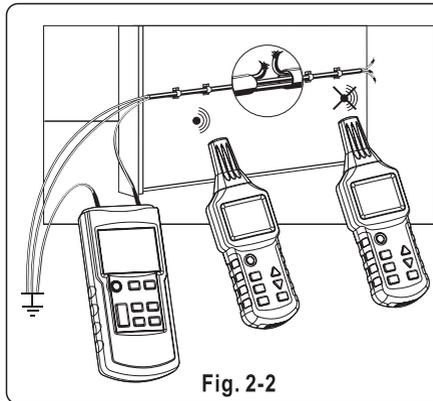

Fig. 2-2
Dans cet exemple, veuillez prendre un tronçon de câble armé de 1,5 mm de section transversale. Installez provisoirement 5 m de câble le long du mur à l'aide de broches, au niveau des yeux, comme surface de montage. Veillez à ce que le mur soit accessible des deux côtés. Créez une interruption artificielle à 1,5 m de distance de la borne de la ligne. Les bornes de la ligne doivent être ouvertes. Dénudez le fil interrompu au début du câble armé et branchez-le à l'aide des fils d'essai (fournis) à l'aide de l'orifice (10) du transmetteur. Branchez la borne (11) du transmetteur à une mise à la terre adéquate. Tous les autres câbles doivent également être branchés au transmetteur et à la même mise à la terre (voir Fig. 2-2). Allumez le transmetteur à l'aide du bouton (2) lorsque l'écran LCD du transmetteur affiche l'écran principal et que le buzzer est activé. Appuyez sur le bouton (3) du transmetteur pour entrer dans l'écran et paramétrer le niveau de transmission, puis appuyez sur le bouton vers le bas (7) ou vers le haut (6) pour sélectionner le niveau de puissance de transmission (Niveau I, II ou III). Après avoir paramétré le niveau, appuyez sur le bouton (3) pour quitter la page. Si vous souhaitez modifier le code de transmission, appuyez sur le bouton (5) du transmetteur pendant 1 seconde environ, puis appuyez sur le bouton haut (7) ou le bouton bas (6) pour sélectionner le code de transmission (F, E, H, D, L, C, O ou A, F étant la valeur par défaut). Appuyez sur le bouton (5) pour quitter. Appuyez ensuite sur le bouton (4) pour transmettre les informations. Les cercles concentriques (7) s'élargiront progressivement sur l'écran LCD et le symbole (8) affichera le code de transmission reçu par le transmetteur, tandis que le bouton (9) affichera l'intensité du signal. Appuyez sur le bouton (4) du récepteur pour allumer le récepteur lorsque son écran LCD affichera l'écran initial ; le buzzer sera activé et le récepteur entrera en « Mode automatique » par défaut. Déplacez lentement la sonde du récepteur le long du câble vers l'emplacement de l'interruption. Lorsque le symbole (3) du récepteur affichera le niveau de puissance de la transmission, (8) affichera le code transmis par le transmetteur, (9) affichera l'intensité du signal dynamique et le haut-parleur changera de son en fonction du changement d'intensité du signal. Lorsque la sonde du récepteur passe par l'emplacement de l'interruption, l'intensité du signal affichée en (9) et (6) affichera une chute évidente, jusqu'à disparaître entièrement. Appuyez alors sur le bouton MANUAL (8) du récepteur pour passer en mode manuel, puis utilisez les boutons (9) et (10) pour réduire le plus possible la sensibilité, tout en assurant que l'écran (8) du récepteur peut afficher le code transmis par le transmetteur. Ce point est donc celui où se trouve l'interruption.